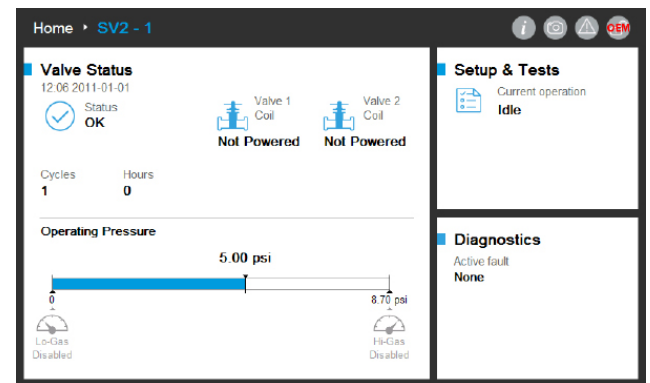

Fig. 5. Sessie is tot stand gebracht. De gebruiker is aangemeld als OEM.
Indien de hoofdwachtwoorden voor Monteur en/of OEM verloren raken, kunt u het wachtwoord herstellen indien de herstelmechanismen door de OEM zijn ingeschakeld. Zie afbeelding 5. Het herstelmechanisme verschilt voor Monteur en OEM. Let op, het wisselen van de stroom naar de klep of de gebruikersinterface overschrijft deze methode niet.
De wachtwoordherstelfunctie is standaard voor zowel de Monteur als de OEM uitgeschakeld en moet worden ingeschakeld bij initiële configuratie van elk apparaat door de OEM of de originele eigenaar, zoals aangegeven in afbeelding 5.
- De OEM kan kiezen om de OEM-wachtwoordherstelfunctie in of uit te schakelen. Zie afbeelding 5.